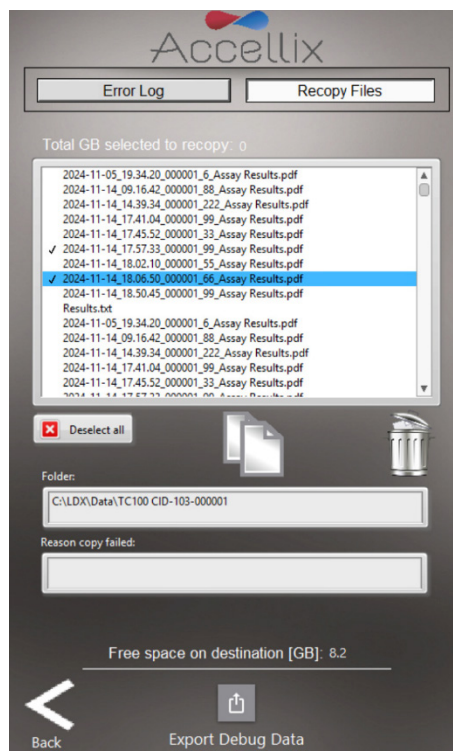

Figure 23 : écran Recopier les fichiers
2. L'onglet **Recopy Files** (Recopier les fichiers) affiche tous les fichiers de données qui n'ont pas encore été copiés (Figure 23).